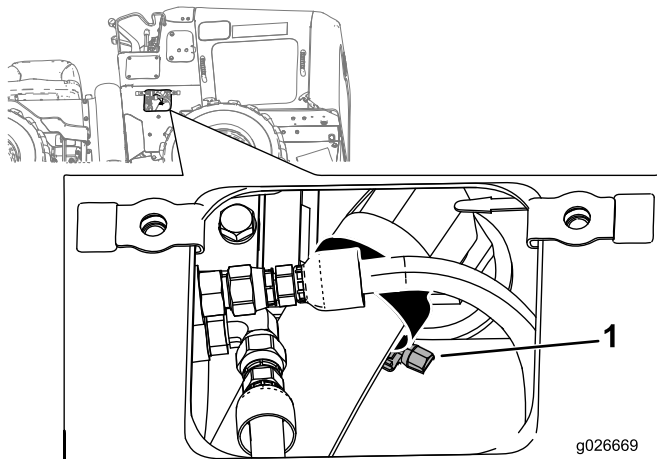

Figure 45
5. Déposez la plaque inférieure droite et desserrez le collier qui retient le flexible d'aspiration sur le réservoir hydraulique (Figure 45).